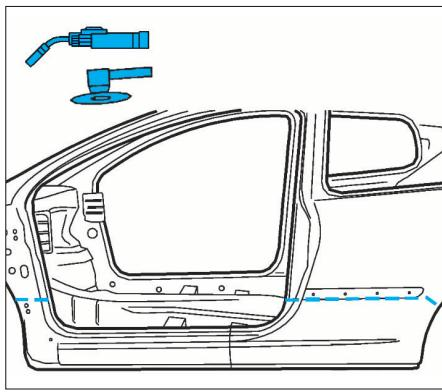

FIG. 93
- Procéder au soudage (Fig.93 à 95) au MIG ou avec une pointeuse électrique puis meuler.